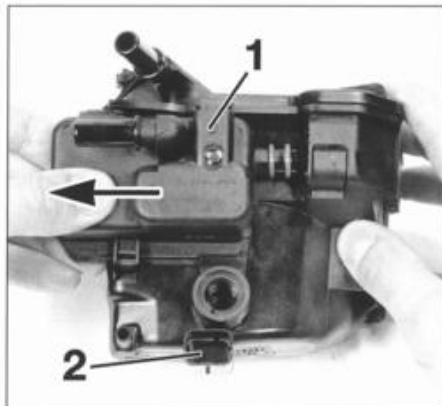

FIG. 40
- Desmontar el calefactor de combustible (1) y el detector de presencia de agua (2) (según equipo) si el filtro de gasoil debe ser cambiado (fig. 40).